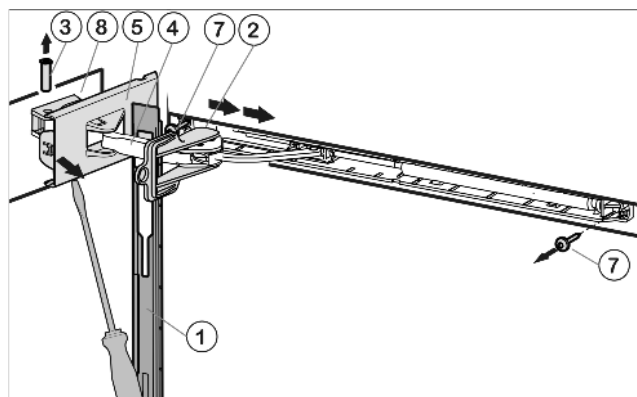

Fig. 5
- ▶ Spingere in avanti il pannello sopra la staffa ammortizzatrice Fig. 5 (4) in direzione dell'apparecchio.
- ▶ Innestare la protezione Fig. 5 (2) nell'asola.
- ▶ Staccare la copertura Fig. 5 (5) lato cerniera servendosi di un cacciavite fino al primo bloccaggio.
- ▶ Spingere fuori dal basso il perno Fig. 5 (3).
- ▶ Spingere la staffa ammortizzatrice verso la porta Fig. 5 (4).
- ▶ Staccare completamente la copertura Fig. 5 (5) lato cerniera e togliere.
- ▶ Togliere il pannello Fig. 5 (1).
- ▶ Svitare l'unità dell'ammortizzatore di chiusura (2 x Torx® 15) Fig. 5 (7).
- ▶ Svitare l'elemento di supporto Fig. 5 (8) e spostarlo ruotato di 180° sul lato opposto. Eventualmente praticare fori a vite o utilizzare un avvitatore a batteria.